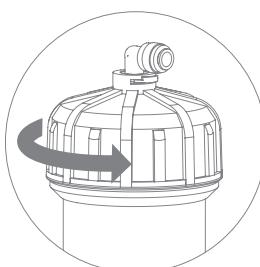
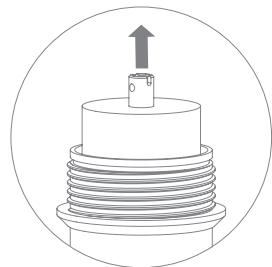

Рис. 14
Рис. 15
4. Открутите крышку корпуса мембранны (рис. 14), используя ключ из комплекта поставки, извлеките отработанную мембранны (рис. 15).